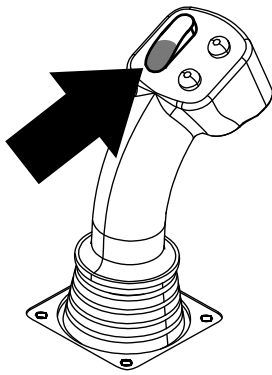
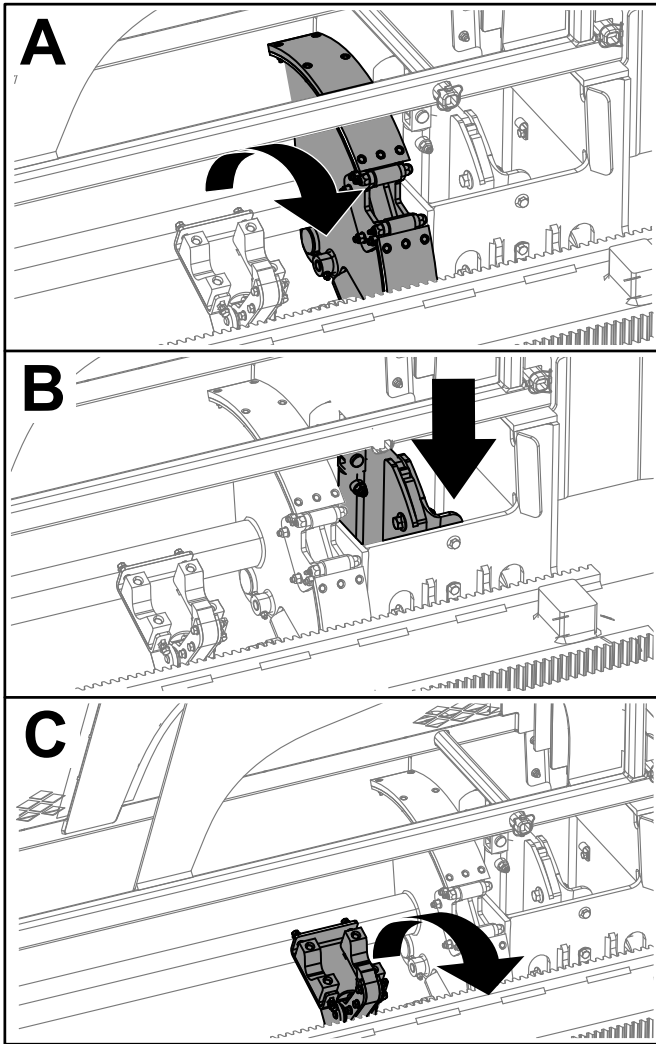

Bild 9
Bild 10
3. Halten Sie den unteren Teil des Kippschalters (Bild 9), bis die folgenden drei Dinge auftreten (Bild 10):